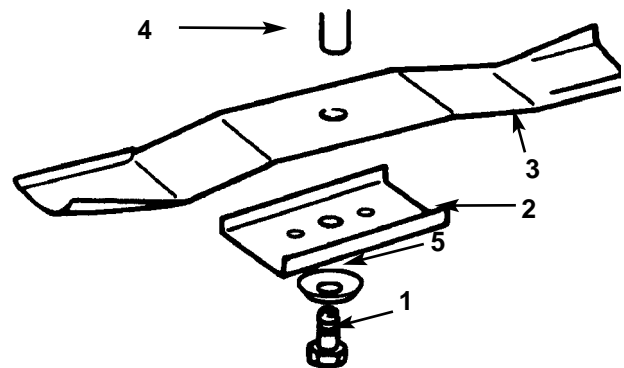

Fig. 35
- Togliete il bullone (chiave 5/8 pollice), la rondella curva, il fermo e la lama (Fig. 35). È possibile inserire uno spessore di legno tra la lama ed il tosaerba per bloccare la lama quando togliete il bullone.
1. Montate la lama, il fermo, la rondella curva (lato a tazza verso la lama) ed il bullone della lama (Fig. 35).